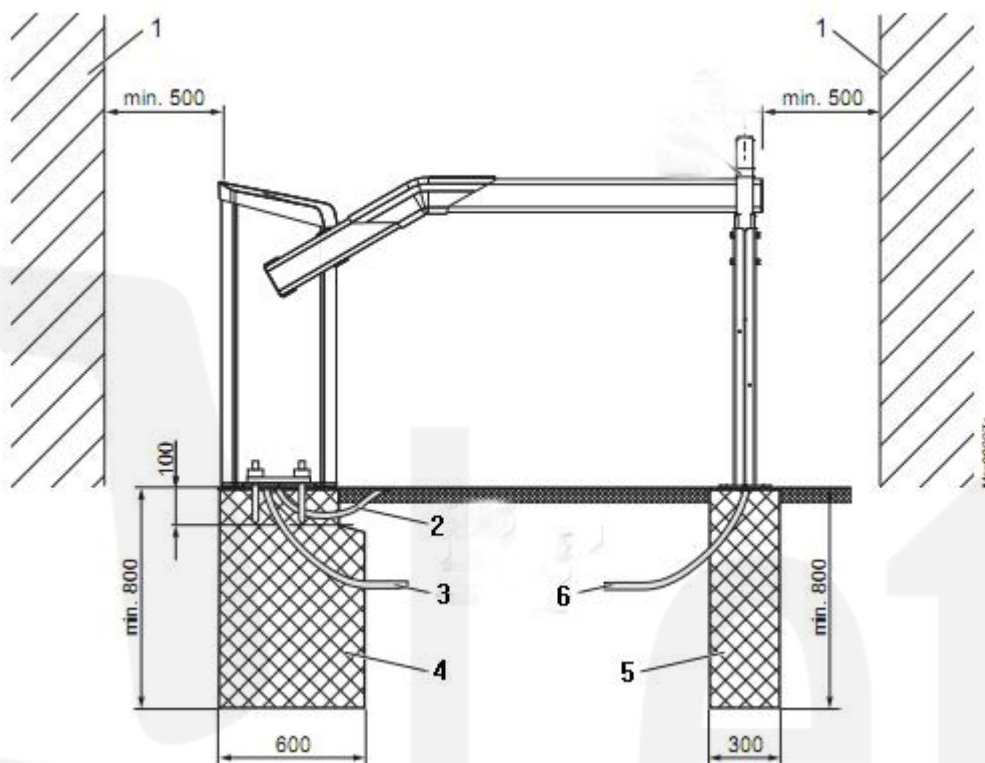
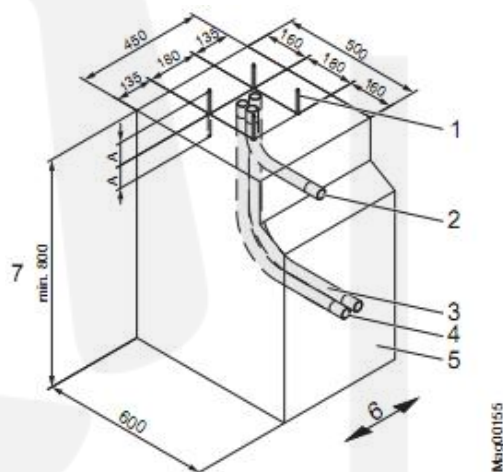
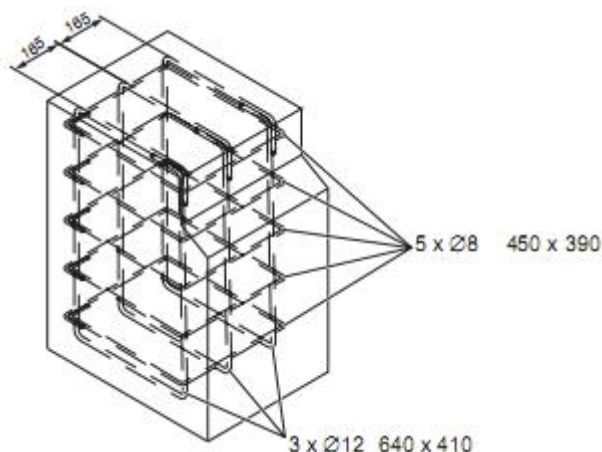

图 15: 装配栏杆臂系统
图 16 基座构造
图 17: 加固网格
警告！ 如果栏杆臂与其它建筑物的距离太小，可能会有挤压和压断的危险！ 如果与其它建筑物的安全距离过小，正在开启或关闭的栏杆臂可能会使人受严重挤压伤。 所以： - 栏杆臂和其它物体（墙壁、房屋等）间的距离至少保持 500mm 的安全距离。→请参照 14 页，第 2.7 节。 - 装配安装栏杆机系统，请参照图 15.
- 栏杆臂末端与其它物体（如墙壁、建筑物或房屋）的距离至少要保持 500mm。请参照 34 页，图 15。
基座必须符合以下要求：→请参照 34 页，图 15 和 36 页，图 17。
- 如图 17 所示的加固网格。
空管道必须符合以下要求：→请参照 35 页，图 16.
1. 根据图 15 和图 16 尺寸来挖放置基座的洞。
2. 根据图 17，在洞中安装加固网格。
3. 根据图 16，在洞中安装空管道。
5. 根据图 16，填充混凝土。